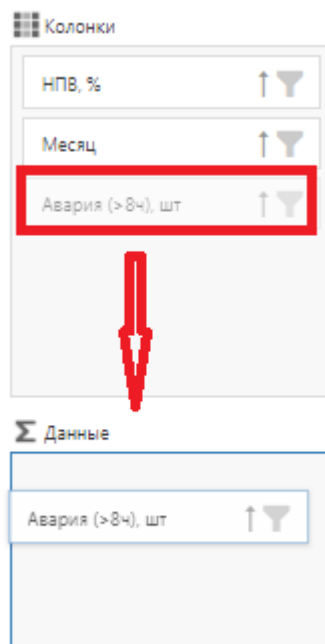

Рис. 3.54
- 5) Выбрать, значения каких параметров, нужно суммировать. Для этого нужно перетащить параметр в область «Суммируемые данные» (рис. 3.54).